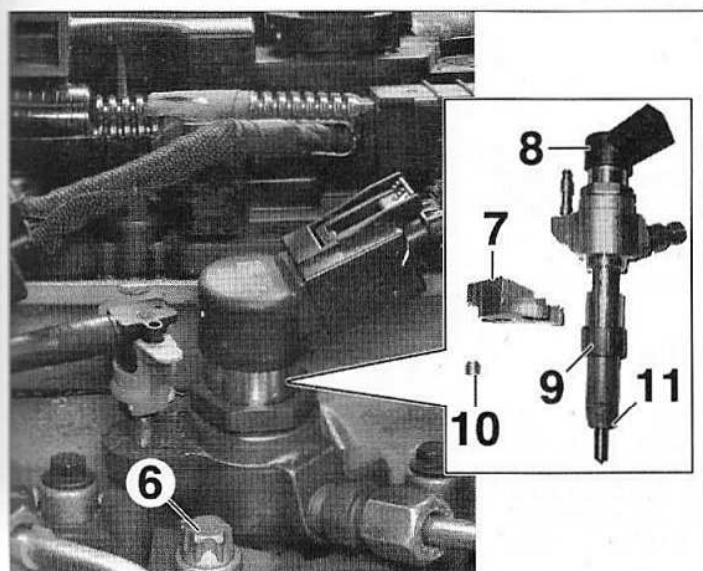

FIG.47
- Sur chaque injecteur, déposer (Fig.47) :
- la vis (6),
- la bride d'injecteur (7),
- l'injecteur (8),
- le fourreau porte-injecteur (9),
- le grain d'appui (10),
- la rondelle d'étanchéité (11) en utilisant si nécessaire l'outil [1].